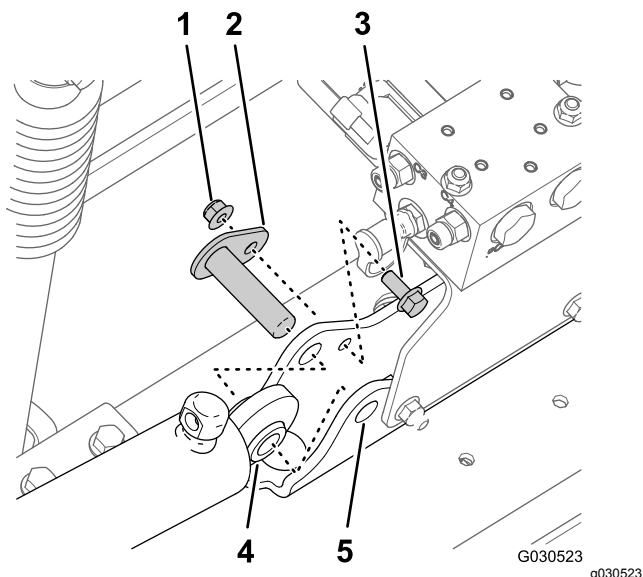

図 39
3. ピボットピンをシリンダマウントに固定しているフランジロックナット5/16 インチとフランジヘッドボルト5/16 x 3/4 インチを取り外す 図 39。
4. 機体から、ピボットピンと昇降シリンダを外す 図 39。